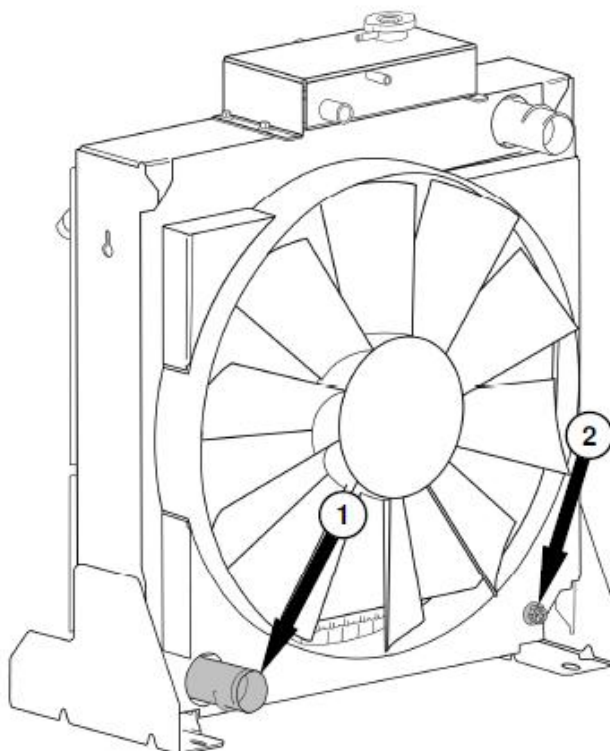

Рисунок 5.10 Слив охлаждающей жидкости
- ▶ Отсоедините шланг возврата хладагента двигателя 1 или откройте заглушку см. рис. 5.10.